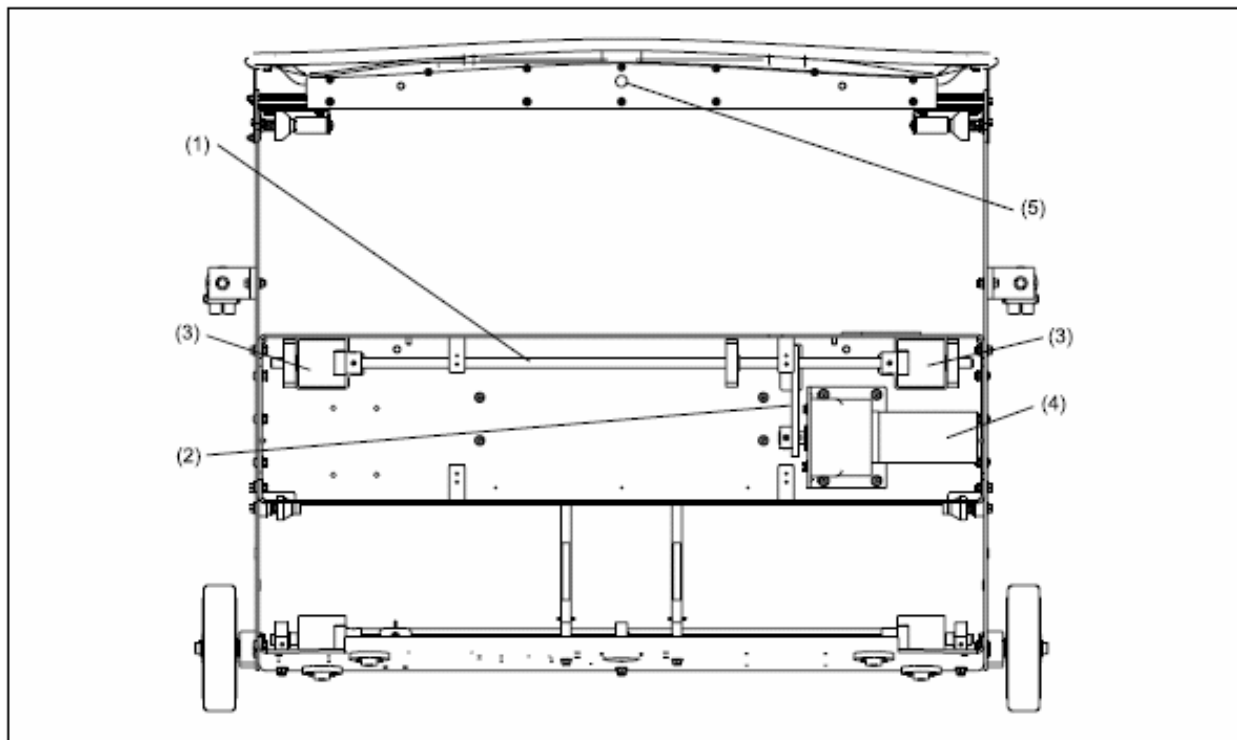

Figure 6-6. Système d'entraînement
1. La machine se déplace sur la piste grâce au moteur d'entraînement relié par une chaîne à deux roues d'entraînement. Référez-vous à la Figure 6-6.